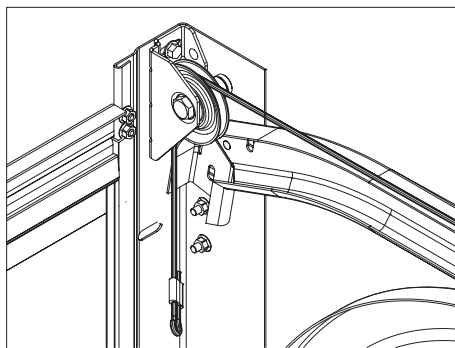

Рис. 27.3
7) медленно вращая вал, размотать тросы, заводя их между ребрами шкива (рис. 27.3).